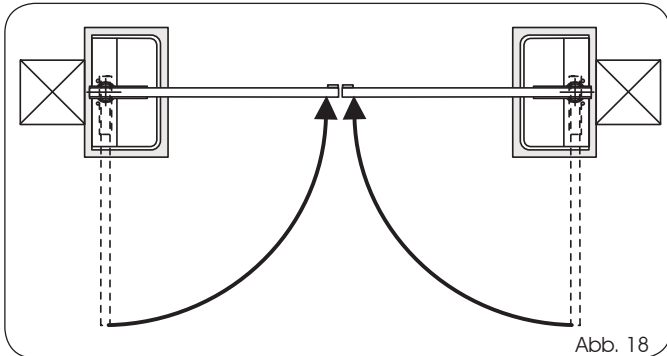

Abb. 18
- 9) Das Tor wieder schließen (Abb. 18).